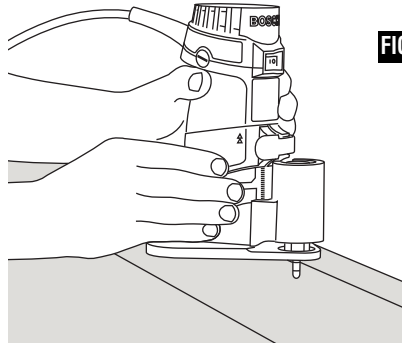

FIG. 23
La base excéntrica PR004 está diseñada para fresar en áreas confinadas, especialmente para recortar materiales laminares en áreas que son inaccesibles con la base fija estándar, especialmente en ubicaciones que estén cerca de superficies verticales adyacentes, tales como partes superiores de protectores contra salpicaduras de mostradores instalados (Fig. 23).
1. La fresadora excéntrica se debe agarrar con una mano en el área de agarre del motor y la otra mano en la parte trasera de la carcasa de la base (Fig. 23) o en la parte de arriba del husillo excéntrico.